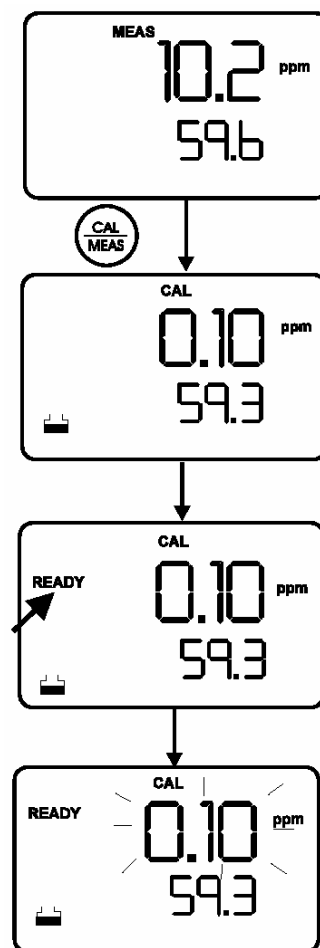

Figure 5 : 1^{er} point d'étalonnage
6. Appuyer sur la touche **ENTER** (entrée) pour confirmer le premier point étalon (voir figure 5). Après l'étalonnage, l'affichage indique l'option d'étalonnage suivante, c'est à dire **1,0 ppm**. Rincer l'électrode à l'eau désionisée avant de la mettre dans l'étalon suivant, à savoir 1,0 ppm.